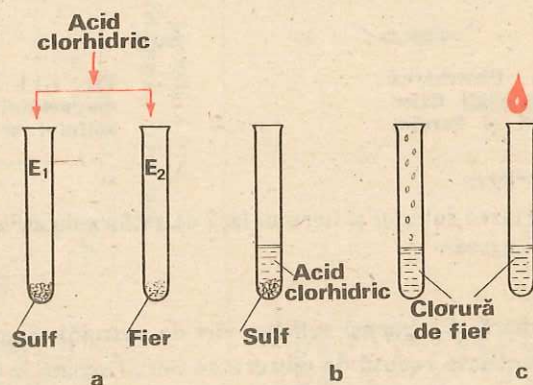

Fig. 1.16. Acțiunea acidului clorhidric asupra sulfului și fierului
c. Repetați experiența a. folosind soluție de acid clorhidric în locul sulfurii de carbon (fig. 1.16, a și b). Încercați natura gazului dezvoltat cu un chibrît aprins (fig. 1.16, c).